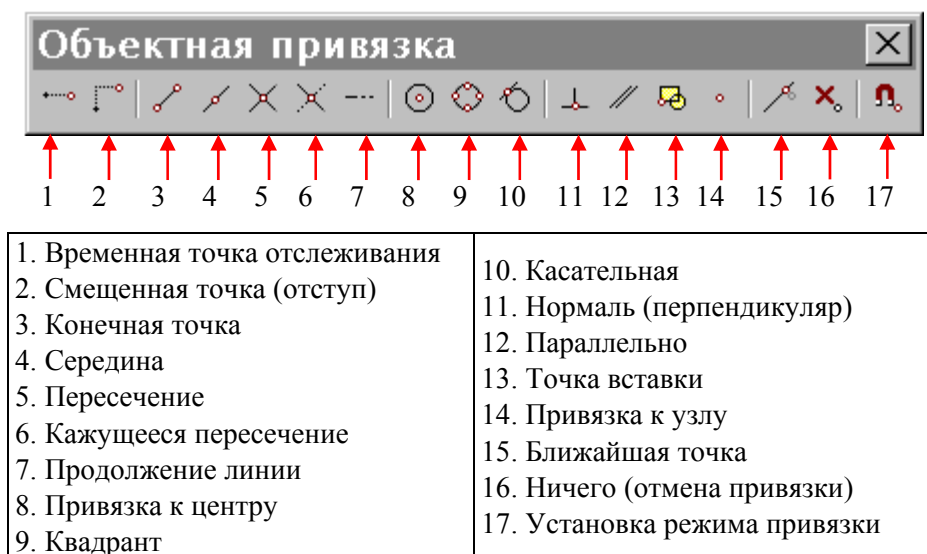

Рис. 3.1. Инструментальная панель **Объектная привязка**
Панель **Объектная привязка** (рис. 3.1) обычно присутствует на рабочем поле. Она легко перемещается мышью и может располагаться в любой части экрана горизонтально или вертикально (при перемещении к левому или правому краю экрана).
- использовать панель **Объектная привязка** с пиктограммами (рис. 3.1);